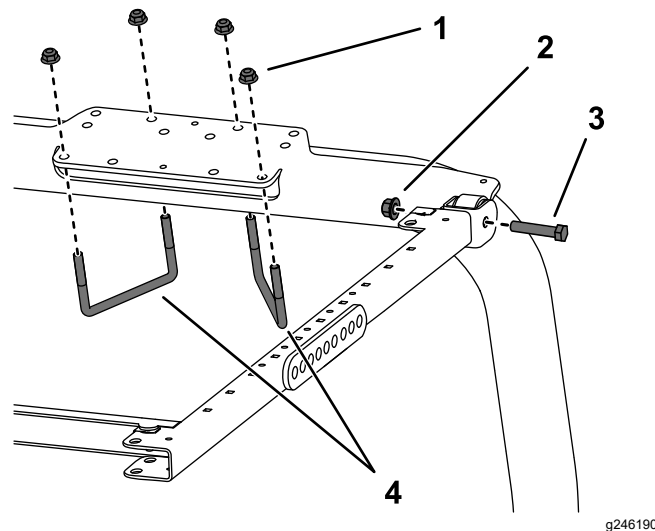

Figura 28
- 7. Coloque el soporte de montaje del ROPS encima de la barra antivuelco de la unidad de tracción (Figura 28). Asegúrese de que la barra antivuelco está centrada en el soporte de montaje del ROPS.
- 8. Usando los taladros de montaje indicados en la Figura 28, monte el soporte de montaje del ROPS en la parte superior de la barra antivuelco con 2 pernos en U (4 7/8" x 4") y 4 tuercas con arandela prensada.